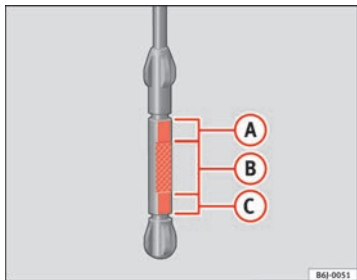

Abb. 122 Ölmesstab
- Den Messstab anschließend wieder herausziehen und den Ölstand ablesen ⇒ Seite 195, Abb. 122. Füllen Sie gegebenenfalls Motoröl nach.